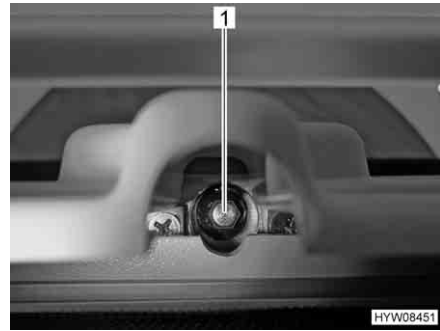

Fig. 53 Comando di emergenza, azionamento
- Ruotare il comando di emergenza (Fig. 53,1) in senso antiorario.
- Ruotare il comando di emergenza (Fig. 53,1) in senso orario.